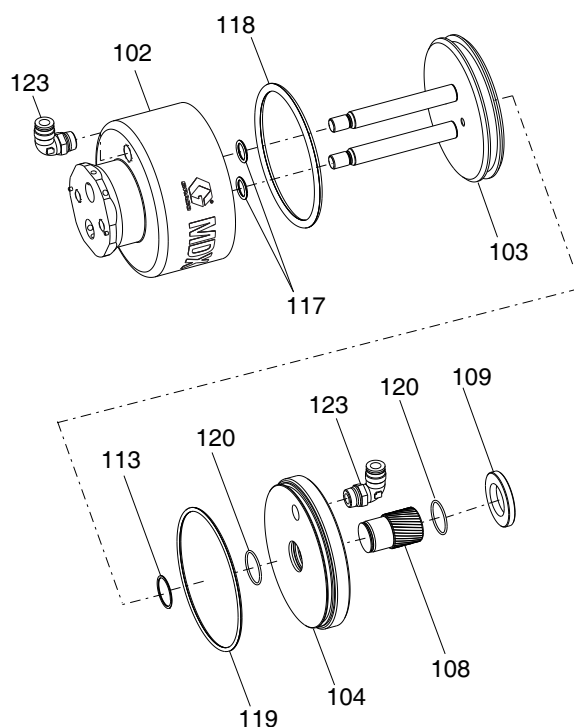

図 9
1. 新しい O リング (118、117) をピストンロッドアセンブリ (103) とエアハウジング (102) に設置します。図 9 を参照してください。
2. ピストン O リング (118) とエアハウジング (102) の内壁にグリースを薄く塗ります。
3. ピストンロッドアセンブリ (103) の上部を、ピストンロッドの直径より小さい表面に置きます。エアハウジング (102) をピストンロッドまで押し下げます。
4. 新しい O リング (120) をエンドキャップ (104) に設置します。グリースを塗ります。以下を参照してください: 図 9。
5. トラベルアジャスター (108) をエンドキャップ (104) に留めます。2 つ目の O リング (120) をトラベルアジャスターネジ山に配置し、ロックナット (109)、保持リング (113)、O リング (120) で締めます。以下を参照してください: 図 9 を参照してください。